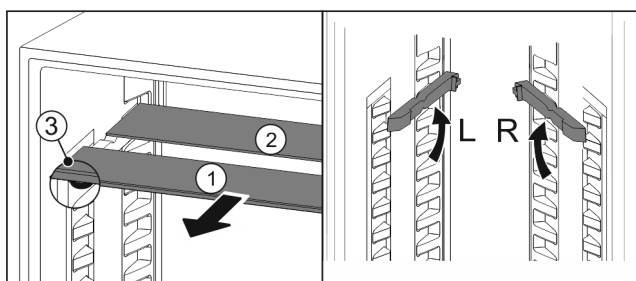

Fig. 61
- ▶ Skleněné desky jednotlivě vytáhněte dopředu Fig. 61 (1).
- ▷ Skleněná deska Fig. 61 (1) s ozdobnou lištou leží vpředu.
- ▷ Záražky Fig. 61 (3) směřují dolů.